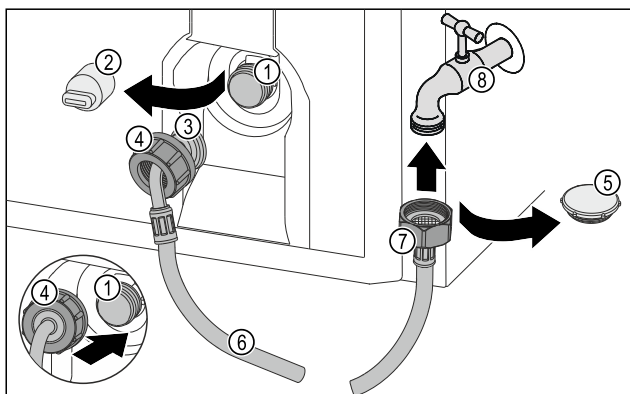

Fig. 22
- Skinite poklopac Fig. 22 (5).
- Postavite ravni kraj crijeva Fig. 22 (7) na slavinu Fig. 22 (8).
- Pritegnite maticu na ravnom kraju crijeva Fig. 22 (7) u smjeru kazaljke na satu.